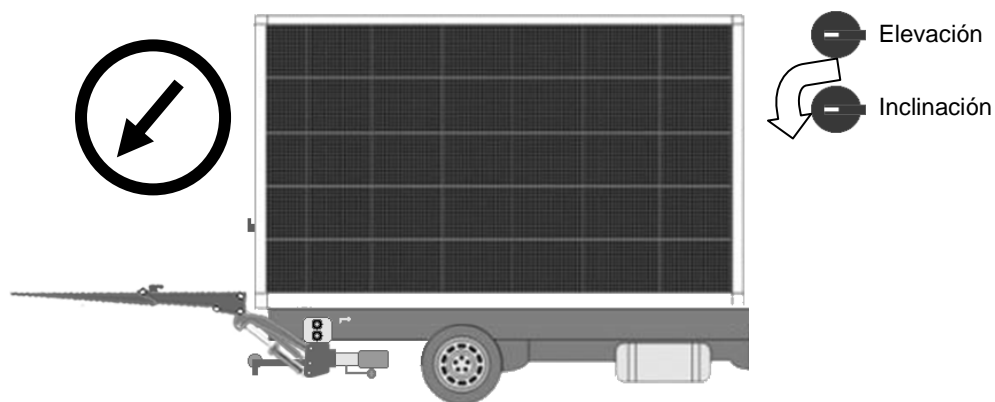

Figura 4
4. Voltrear la plataforma usando la perilla del tablero de comando (Inferior en sentido antihorario) hasta dejar la plataforma en forma horizontal al piso. (Figura 4)
3. No voltee la plataforma más allá de la posición horizontal al piso. Siempre realizar los pasos de la figura 4.